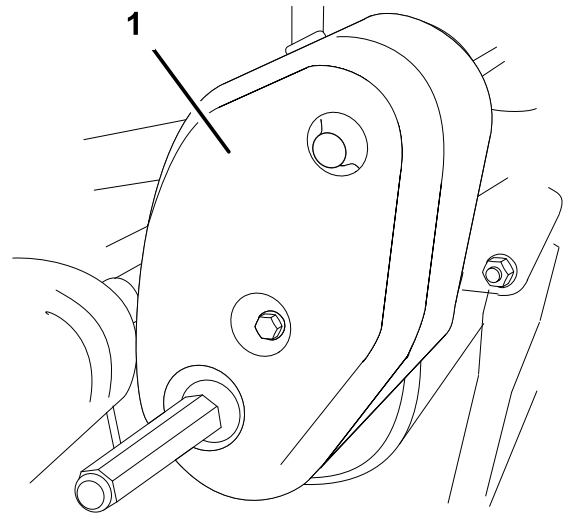

図 38
1. ベルト・カバー取り付けネジ (図 38) を外してベルトを露出させる。